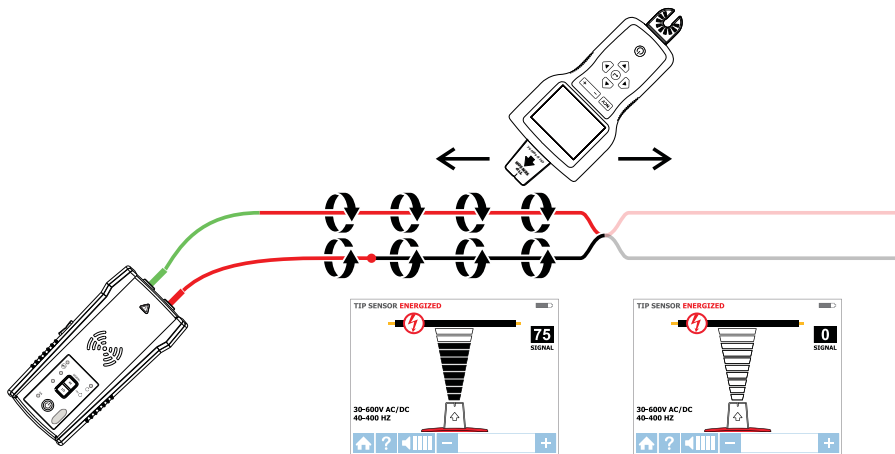

Figura 4.3: Búsqueda de cortocircuitos
1. Conecte el transmisor con los terminales de prueba al circuito, tal como se muestra en la Figura 4.3.